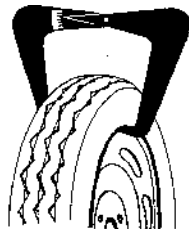

Рисунок 5.6 – Измерение ширины колеса кронциркулем
*Измерить ширину колеса с помощью кронциркуля, рисунок 5.6. Нажимая клавиши*
Нажимая клавиши **ALU**  и **ALU**  выбрать первую схему. Измерить ширину колеса с помощью кронциркуля, рисунок 5.6. Нажимая клавиши **ШИРИНА**  и **ШИРИНА** , ввести ширину.